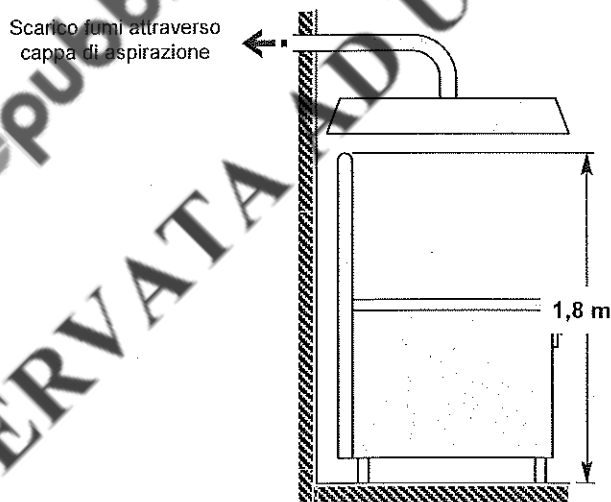

Fig.2 - Apparecchiatura di Tipo A con cappa di aspirazione
- In caso di installazione sotto una cappa, la parte terminale del condotto di evacuazione dell'apparecchiatura deve trovarsi a circa **1,8 m** dalla superficie di appoggio dell'apparecchiatura e la sezione di sbocco del condotto di evacuazione dei prodotti di combustione deve essere collocata entro il perimetro di base della cappa (vedi Fig. 2).